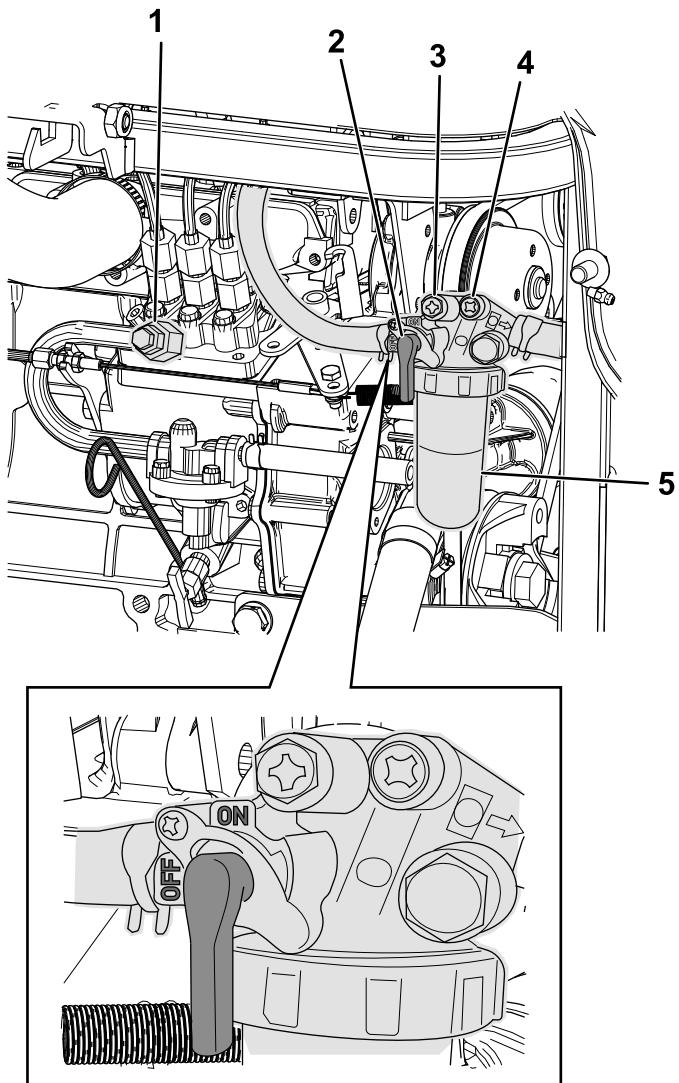

図 58
7. 燃料フィルタのレバーが ON 位置にあることを確認する 図 58。
8. 燃料噴射ポンプについている第一エア抜きねじ 図 58 をゆるめる。
10. 燃料が出てきたら、第一エア抜きねじ 図 58 を締め付ける。
11. 燃料噴射ポンプについている第二エア抜きねじ 図 58 をゆるめる。
13. 燃料が出てきたら、第二エア抜きねじ 図 58 を締め付ける。
7. 燃料フィルタのレバーを ON 位置に回す図 58。